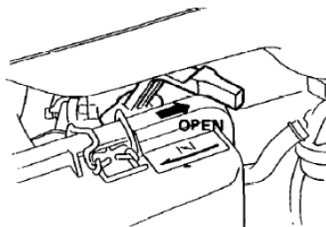

Fig. 4
- Una volta avviato il motore, spostare la leva dell'aria gradatamente (1) in posizione "Aperto" spostandola verso destra (Fig.4). Nel caso, durante l'operazione, il motore non raggiungesse un regime di rotazione minimo regolare, accennando a spegnersi, riportare leggermente la leva verso "Chiuso" (sinistra), attendere la stabilizzazione del regime minimo, infine riportarla verso destra ("aperto") a regime stabilizzato.